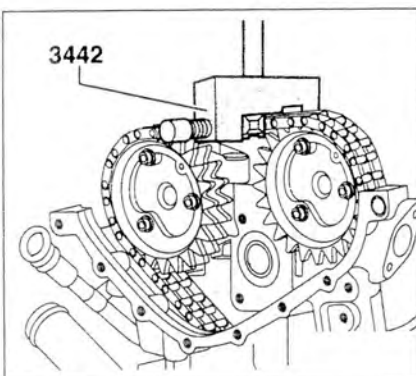

Рис. 2.33. Установите заклепочный инструмент 3442 на звено цепи и запрессуйте наружную планку до упора.
20. Установите заклепочный инструмент 3442 на звено цепи и запрессуйте наружную планку до упора (рис. 2.33).